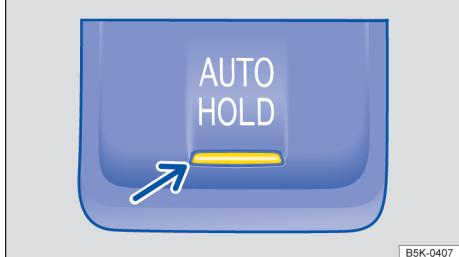

Fig. 125 No console central: botão do Auto Hold.
- Pressionar o botão **AUTO HOLD**. A luz de controle no botão **AUTO HOLD** → Fig. 125 se acende em amarelo. O Auto Hold está pronto para funcionamento, porém o veículo não é obrigatoriamente mantido parado → .
- Pressionar o botão **AUTO HOLD** → . A luz de controle no botão **AUTO HOLD** → Fig. 125 se apaga.